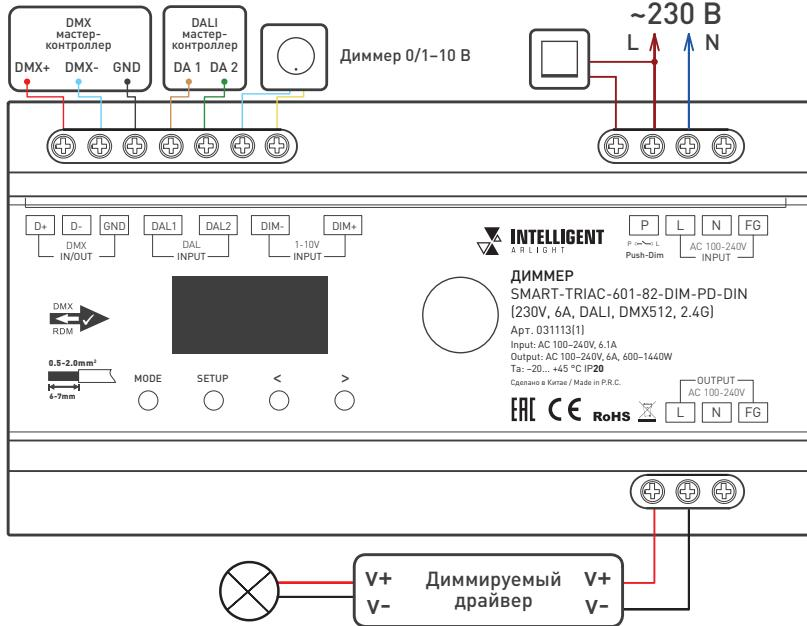

Рис. 2. Схема подключения диммера
- Подключите диммер в соответствии со схемой на рис. 2.